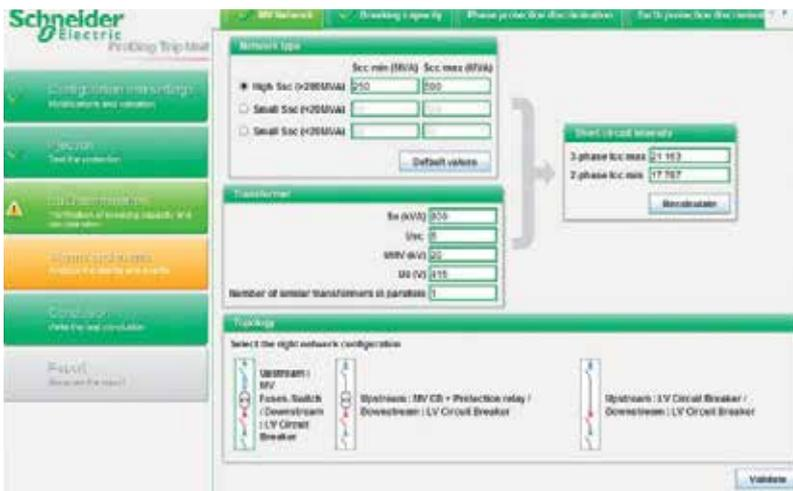

Fig. 3. ProDiag Trip Unit Manager: cálculo de Isc
- la coherencia entre la capacidad de disyunción del disyuntor y la I_{sc} (corriente de cortocircuito) calculada (método simplificado) de la red (ver la Fig. 3).